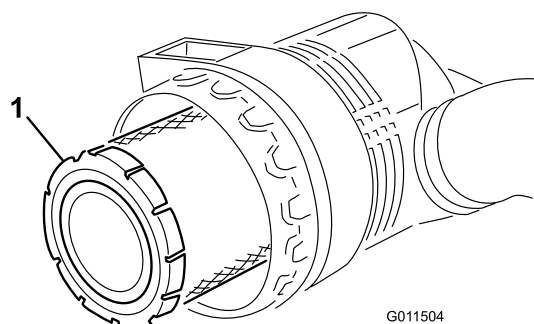

Figure 46
3. Déposez et remplacez le préfiltre (Figure 46).